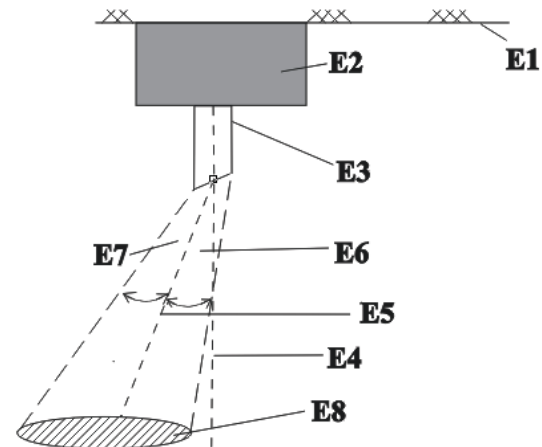

Bild 8: Erfassungskegel bei Lichtleitstab mit schräger Lichteintrittsfläche
- Der weiß lackierte Lichtleitstab mit schräger Lichteintrittsfläche und dem im Bild 8 gezeigten Erfassungskegel sollte nur dann verwendet werden, wenn der Fühler nicht direkt oberhalb, sondern nur seitlich versetzt über der Fläche montiert werden kann, deren Helligkeit er messen soll. Bei Einsatz des Lichtleitstabes mit schräger Lichteintrittsfläche ist nach der Installation eine Kalibrierung des Reglers durchzuführen.